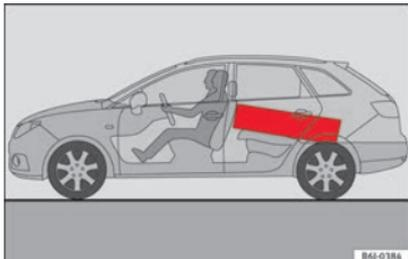

Abb. 156 Legen Sie schwere Gegenstände möglichst weit nach vorn.
- Verstauen Sie schwere Gepäckstücke so weit wie möglich vorne im Gepäckraum **»» Abb. 156**.